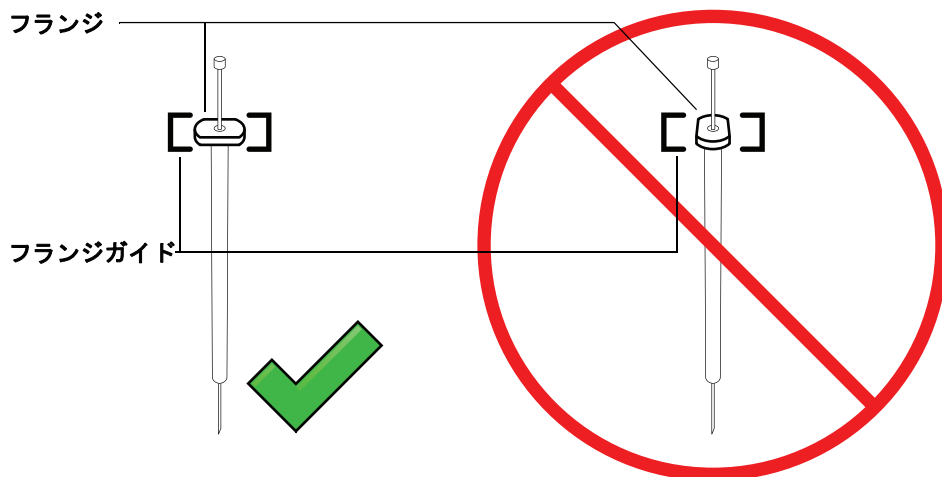

図 78 シリンジフランジの向き
- 7 シリンジフランジをフランジガイドに整列させ、シリンジを押してはめ込みます。ニードルの先端がニードルサポートフットのガイドホールに通ったままにしておきます。必ず、シリンジフランジの平らな端が外側に向くようにします (図 78)。